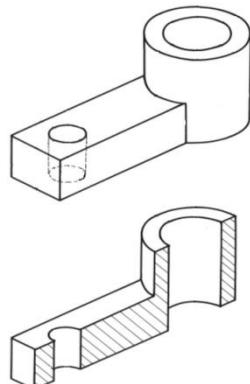
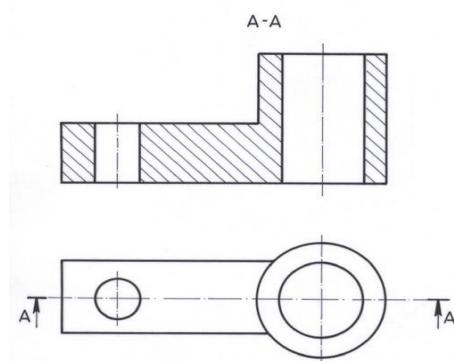

Fig. 1 - Secționarea piesei
Fig. 2 - Reprezentarea în secțiune a piesei
Majoritatea pieselor au forme care cuprind și goluri. Pentru a reprezenta clar toate detaliile pieselor cu goluri se folosește reprezentarea în secțiune pe unul sau mai multe planuri de proiecție. Astfel, reprezentarea în secțiune se realizează parcurgând următoarele etape (fig. 1, fig. 2):
2. Se îndepărtează imaginea partea piesei aflată între ochiul observatorului și planul respectiv (fig. 1);
3. Se reprezintă în proiecție ortogonală partea rămasă a piesei (fig. 2).
Traseul de secționare se completează cu săgeți care indică direcția de proiecție a secțiunii și se notează cu litere majuscule, aceleași de-a lungul acelaiași traseu de secționare (ex: A - A, B - B, etc.). Deasupra reprezentării secțiunii este necesar să se noteze secțiunea respectivă, scriindu-se simbolul literal al secțiunii cu aceleași litere cu care s-a notat traseul respectiv (fig. 2). Literele vor avea dimensiunea nominală de 1,5...2 ori înălțimea nominală a scrierii folosite pentru înscrierea cotelor pe desenul respectiv.